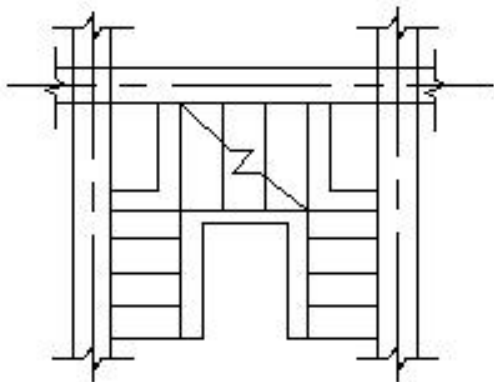

图 4-5 填充前效果
本例将对如图 4-5 所示的二层楼梯平面图进行图案填充，填充图案为 line，填充角度
- 4、单击“拾取点”按钮，切换到绘图区，制定填充区域。在图 4-5 中，分别在 7